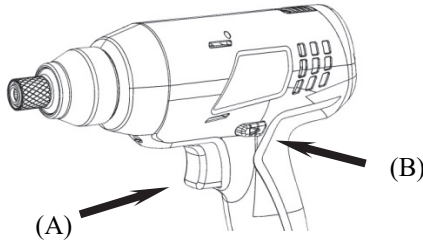

Fig. 3
Pour sélectionner le sens de rotation vers l'avant, RELÂCHER LE COMMUTATEUR (A) (voir Fig.3) et pousser le levier avant/arrière (B) (voir Fig.3) vers le côté gauche de l'outil. ◀
Pour sélectionner le sens de rotation inverse, RELÂCHER LE COMMUTATEUR (A) (voir Fig.3) et pousser le levier avant/arrière (B) (voir Fig.3) vers le côté droit de l'outil. ▶